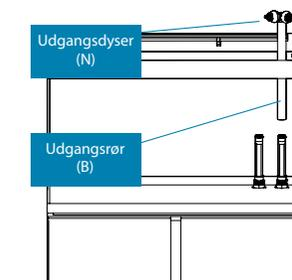

Fig. 4
3. Åbn akvarieskabet. Skru og stram ringmøtrikken (R) på den nederste ende af røret (A)
4. Sæt udgangsdysen (N) i den ene ende af udgangsrøret (B).
5. Placer udgangsrøret (B) på tilslutningsrøret (A) (fig. 4).
6. Justér højden på udgangsdyserne efter behov, ved at skubbe udgangsrøret (B) langs tilslutningsrøret (A).
7. Udgangsdyserne (N) kan let drejes for at aflede vandstrømmen i den retning der ønskes.